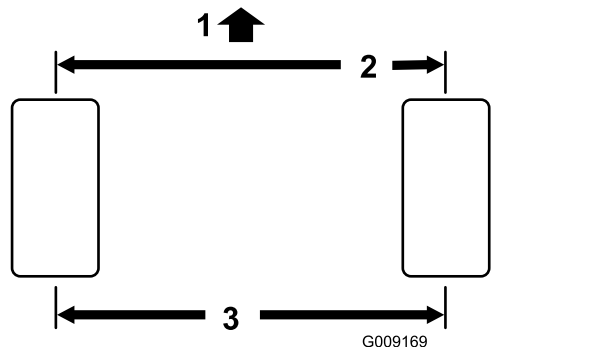

图59
- 测量前、后转向轮胎中心到中心轮轴高度的距离 (图59)。